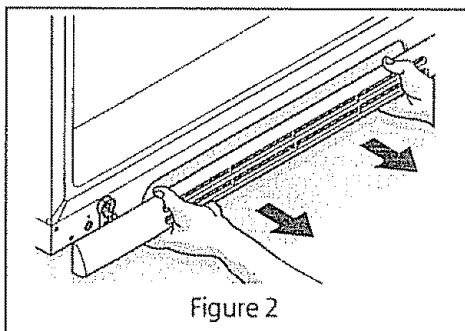

Figure 2
- Ensuite tirez la grille de base vers vous jusqu'à ce qu'elle se 'déclique' des brides de fixation. (voir la Figure 2)